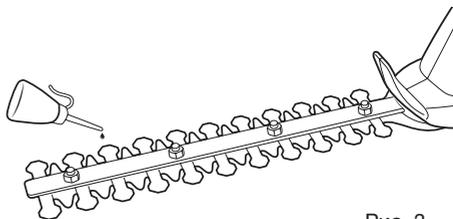

Рис. 3
- Включите кусторез и масло равномерно распределяется по всей поверхности ножей (Рис. 3).